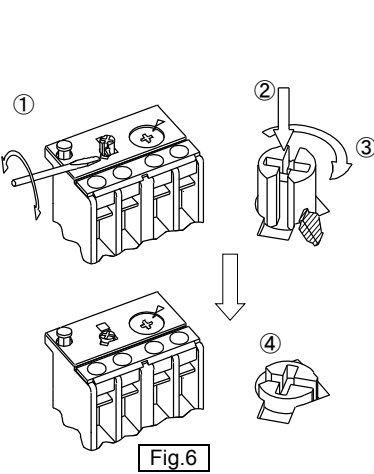

Fig.6
- (3) 在热过载继电器动作时， 在脱扣指示窗显示黄色。如需复位按复位按钮， 脱扣指示窗黄色标记隐藏。(在自动复位的状态， 即使动作， 脱扣指示窗也不会显示出黄色)
- (4) 在热过载继电器动作时， 必须排除过载等因素之后， 轻轻按复位按钮进行复位。(此时， 当热过载继电器还未完全冷却时， 复位无效。)
- (5) 从手动复位切换到自动复位时， 请确认以下操作： 如标记①那样将细一字螺丝刀插入表示盖的槽中， 切除挡角。如标记②③那样按复位棒， 向顺时针方向旋转至停止。保持标记④那样的状态。(Fig.6)
- (5) To change over from manual reset mode to automatic reset mode, keep the reset button pushed by the procedure shown in Fig.6.
- (3) サーマルリレーが動作した場合は、 トリップ角窓に黄色の表示が出ます。また、 リセットすると表示が角窓から隠れます。(自動リセットの状態では、 動作しても角窓に黄色の表示が出ません)
- (4) サーマルリレーが動作したときは、 過負荷などの異常原因を除去してからリセットボタンを軽く押すとリセットします。(この場合、 サーマルリレーが十分冷えていないとリセットできません。)
- (5) 手動リセットから自動リセットに切換える時は、 ①細いマイナスドライバーなどを表示カバーの溝に入れ、 ストップを削除してください。②リセット棒を押しながら、 ③時計方向に止まるまで回して、 ④のように保持されることを確認してください。(Fig. 6)